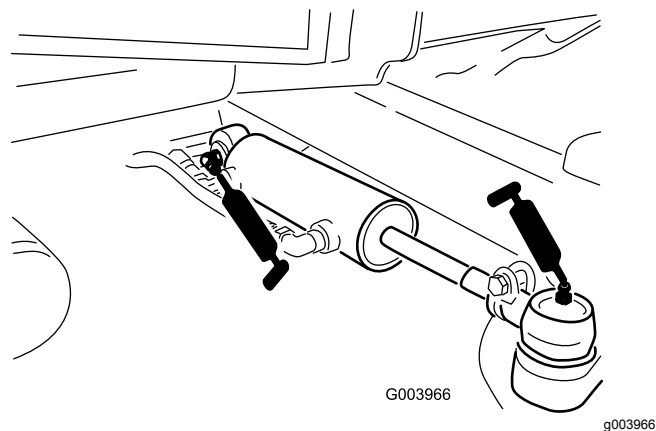

Figura 67
- Giunti sferici (2) del cilindro di sterzo (Figura 67)